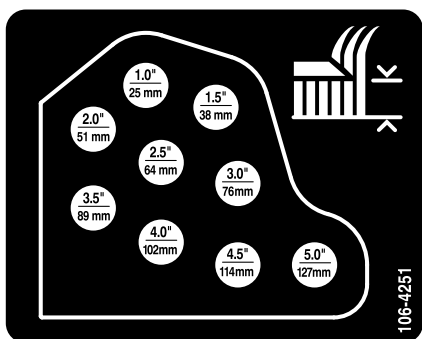

Figura 21
6. Monte las cadenas de altura de corte en el taladro de altura de corte deseado (Figura 21) con el pasador y la chaveta.